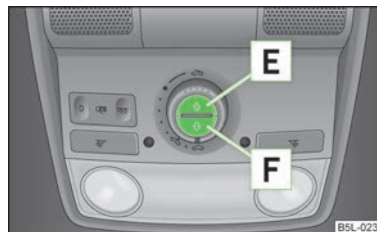

Fig. 21
Ruloul parasolar poate fi închis respectiv deschis separat, prin intermediul tasterilor » fig. 21.
- » Pentru deschidere completă apăsați scurt tasta **E** » fig. 21.
- Pentru închidere completă apăsați scurt tasta **F** » fig. 21.
Pentru activarea ruloului parasolar, apăsați tasta **F** » fig. 21 la pagina 37 timp de aprox. 10 secunde.